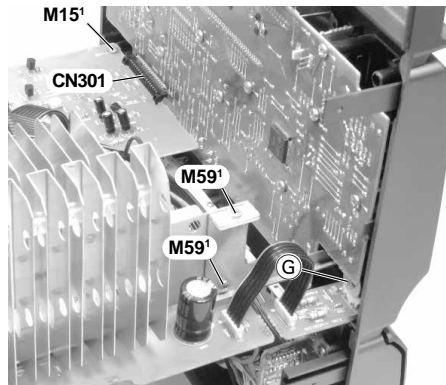

Fig. 26
- Schraube **M15¹**, 2 Schrauben **M59¹** und Schraube **Ⓒ** herauserschrauben (Fig. 26).
- Die über die Steckverbindung **CN301** (Fig. 26) mit der Frontplatte M37¹ verbundene Hauptplatte M60¹ abziehen.
- Undo screw **M15¹**, 2 screws **M59¹** and screw **Ⓒ** (Fig. 26).
- Pull off the main circuit board M60¹ which is plugged into the front circuit board M37¹ by **CN301** (Fig. 26).
- Schraube **G** (Fig. 26) herausschrauben.
- Undo screw **G** (Fig. 26).